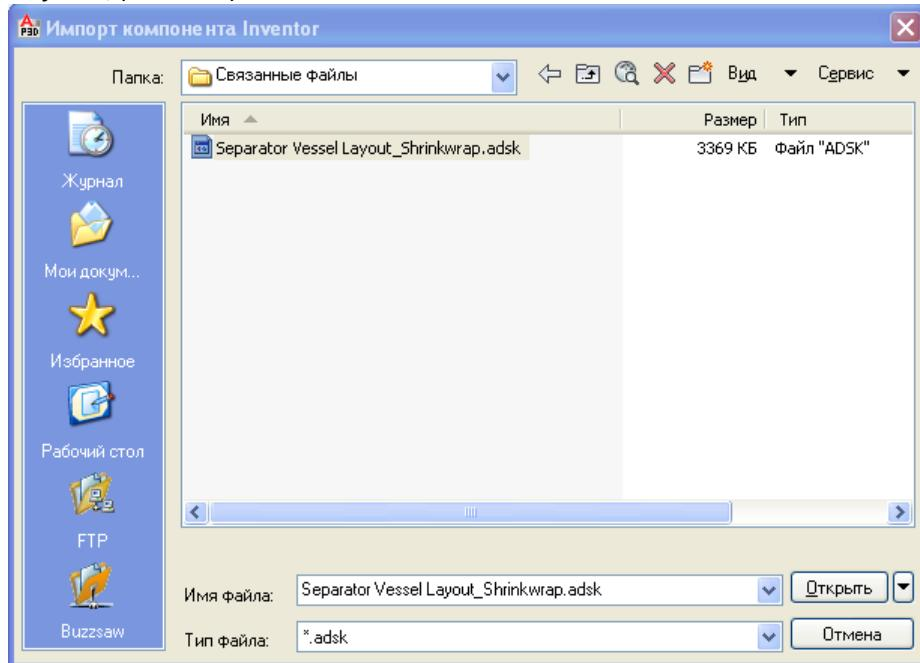

Рис. 100
- В открывшемся диалогом окне **Импорт компонента Inventor** выберите файл **Separator Vessel Layout_Shinkwrap.adsk** из папки проекта *C:\AutoCAD Plant 3D Projects* (Рис. 100).